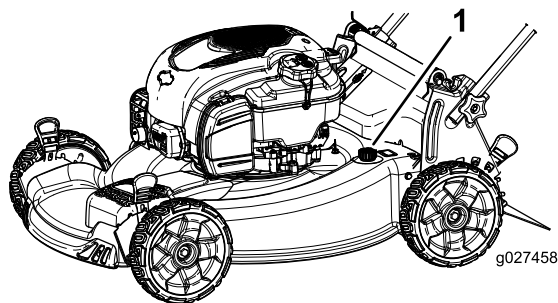

Figure 28
5. Branchez un tuyau d'arrosage, relié à une arrivée d'eau, au raccord de lavage de la machine (Figure 28).